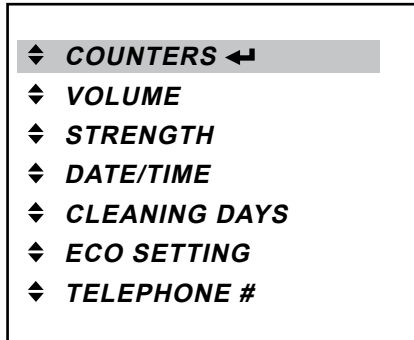

Рис. 38
- Перейти в режиме оператора к меню «COUNTERS» («СЧЕТЧИКИ») и нажать кнопку ← для его вызова. (Рис. 38)